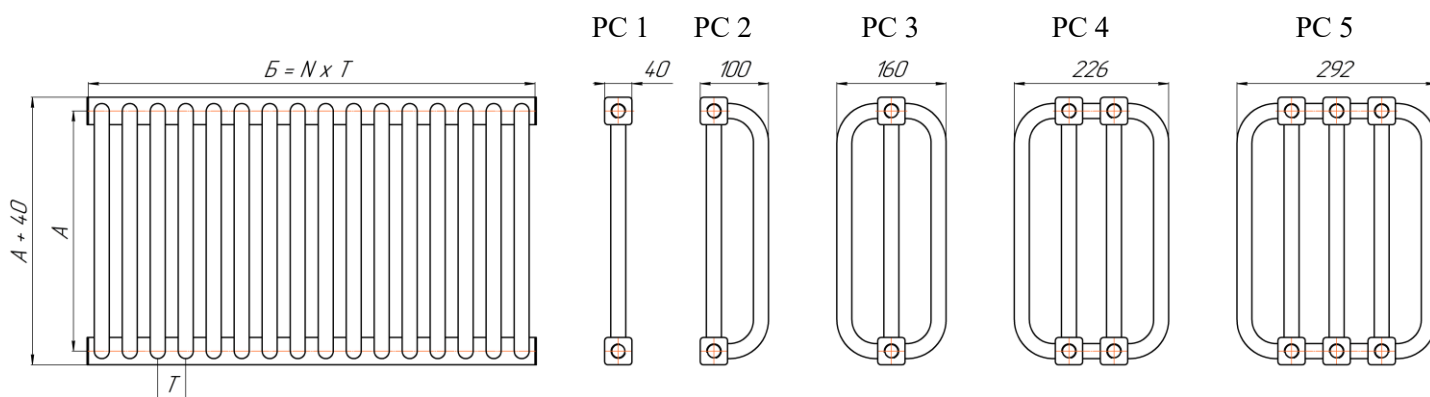

Рис. 1 Т – шаг (41мм), N – количество секций.
2.1. Основные размеры и параметры радиаторов приведены на рис. 1 и в таблице.